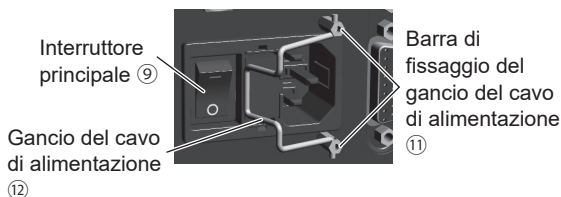

Fig. 9
- Ridurre il rischio di avvio indesiderato. Assicurarsi che l'interruttore principale ⑨ sia in posizione OFF prima di collegare il CONTROLLER o prima di accendere il sistema.
- (1) Installare il gancio del cavo di alimentazione ⑫ alla barra di fissaggio del gancio del cavo di alimentazione ⑪ (consultare la Fig. 9).